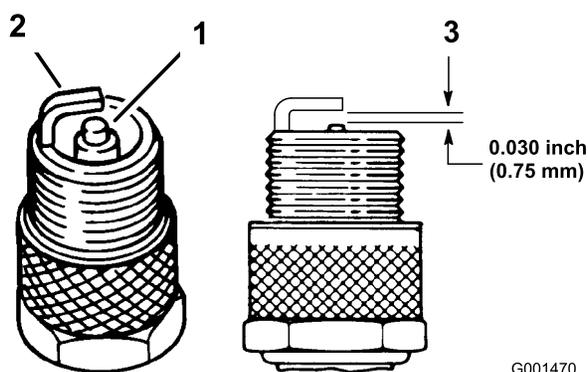

Figura 31
3. Verifique o estado dos eléctrodos lateral e central, bem como do isolante do eléctrodo central, certificando-se de que não se encontram danificados (Figura 31).
4. Ajuste a folga existente entre a zona central e lateral do eléctrodo para 0,76 mm (Figura 31).